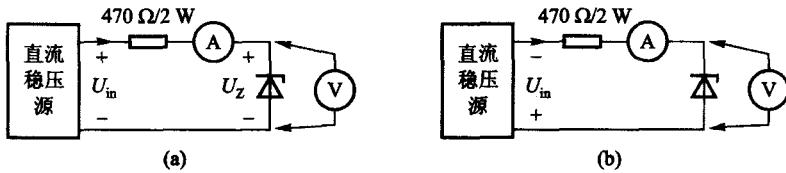

图 1-8 测试稳压管外部特性电路
(1) 请按照图 1-8 给出的连线方案组成稳压管的外部特性测试电路。